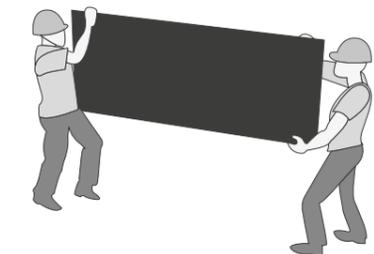

Figure 1
- Pour la suite du transport, les panneaux ALPOLIC™ doivent toujours être soulevés et portés verticalement par deux personnes. Pour ce faire, saisir la plaque par les quatre coins comme sur la figure 1 et la soulever (ne pas la tirer l'une sur l'autre).